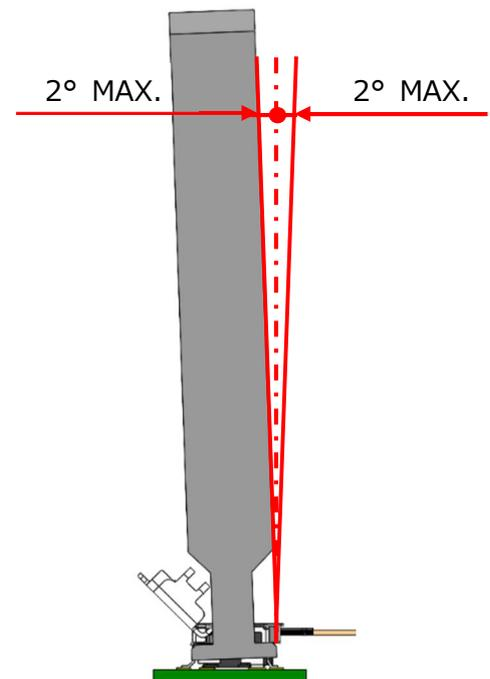

Fig.22 嵌合状態でのこじり許容角度
- ・コネクタ嵌合状態でのこじり許容角度 (FPC 引き出し方向の傾き) は Fig.22 の通りです。